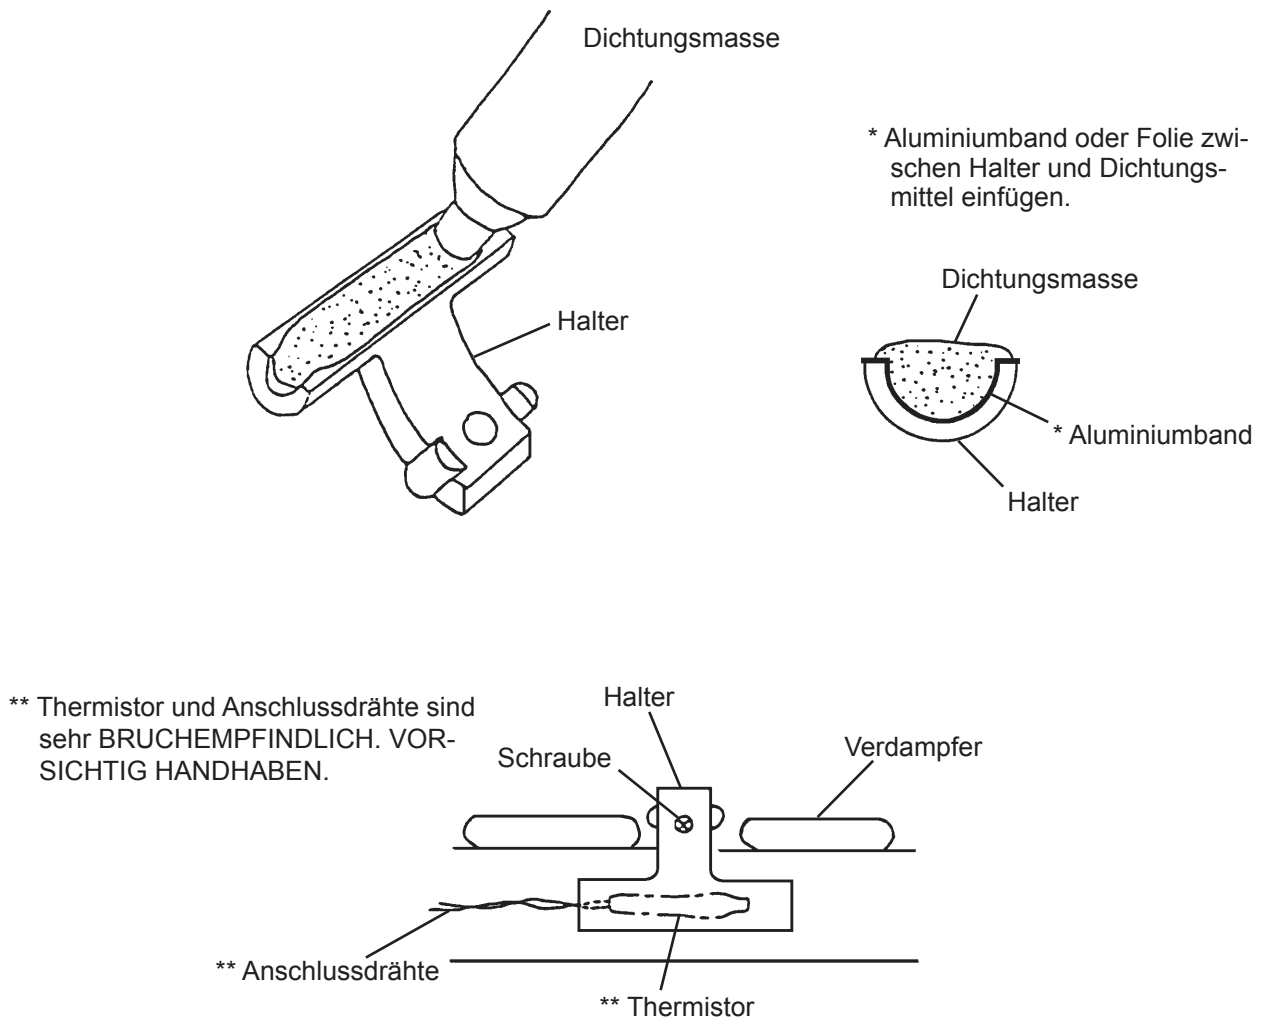

Abb. 22
- 5) Den neuen Thermistor in umgekehrter Ausbaureihenfolge einbauen und dazu eine Dichtungsmasse (mit hoher Wärmeleitfähigkeit) verwenden. Siehe Abb. 22.